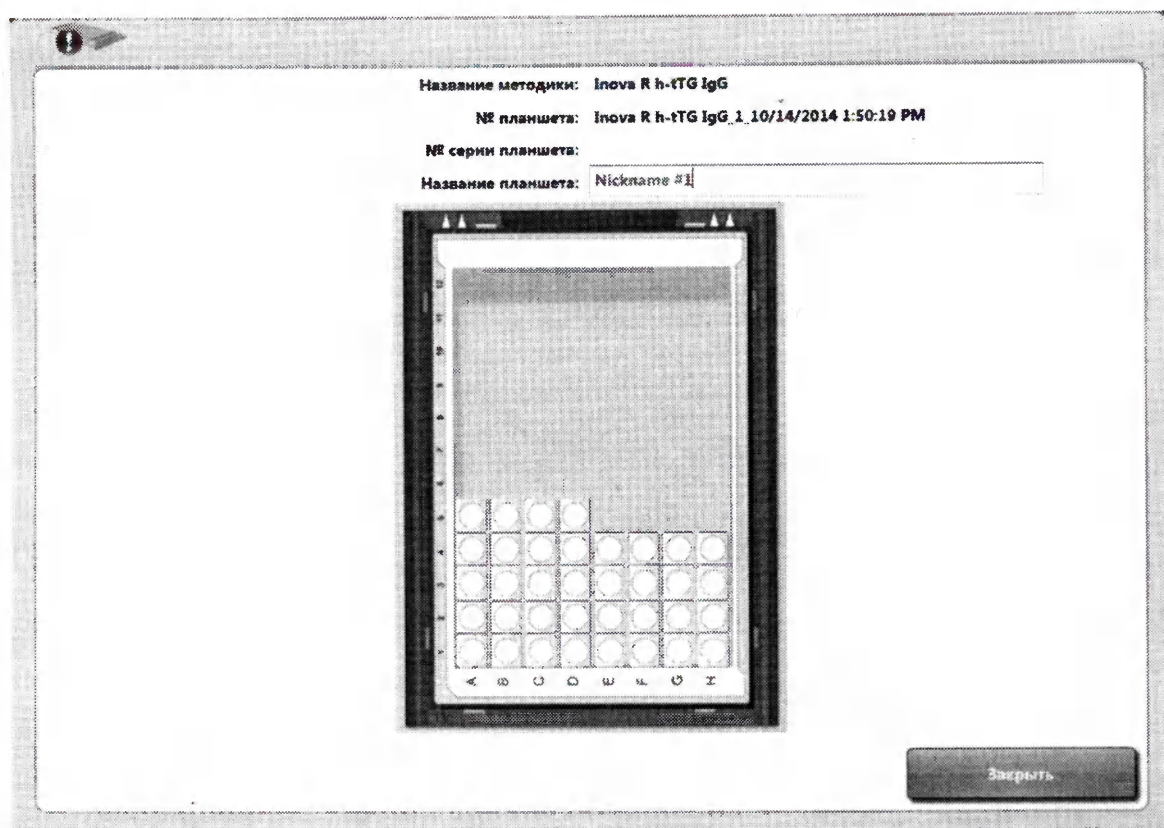

Рисунок 4-21: Планшет
1. Поле планшетов (верхние поля) – представляет информацию об активном планшете (Рисунок 4-21).